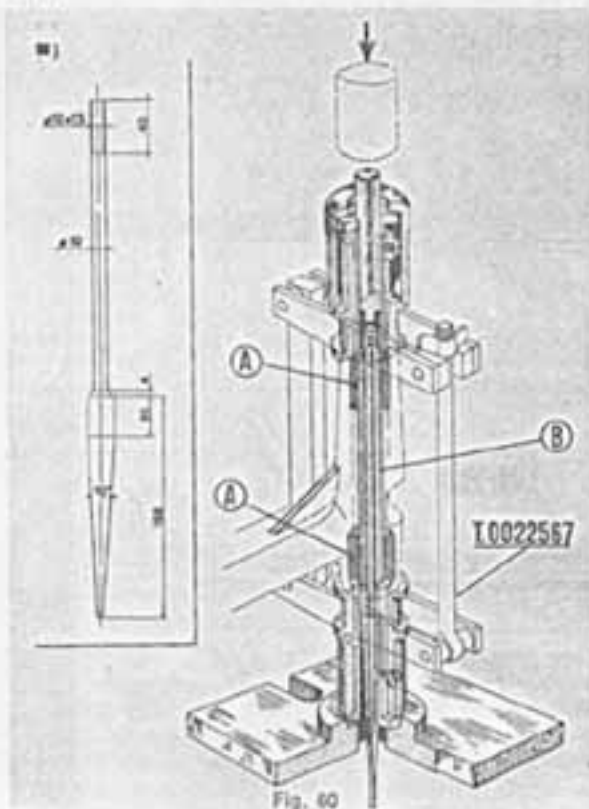

Fig. 60
2.a Operazione (Fig. 60): Infilare il tubo « B » nella spina (part. 12 dell'attrezzo) e fissarvelo, avvitando sulla spina il part. 17. Applicare come in figura il gruppo suddetto e, alla pressa, montare il tubo (preventivamente lubrificato con la soluzione di « Acquarex ») entro i tamponi « A ».